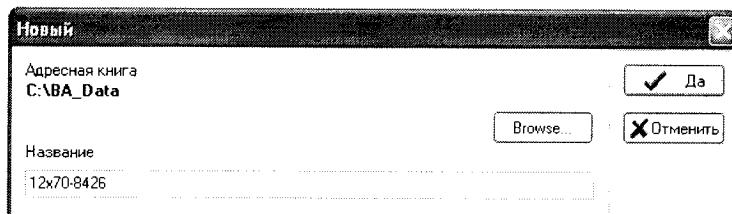

Рис.1 Панель «Новый»
7.3.4.6 В панели «BA Control» выбрать «Файл > Новый» а в панели «Новый» в окне «Название» задать название файла для измерения. Рекомендуемое название файла: калибр – номер ствола, например 1111. Программа BA Контрол автоматически дополнит дату перед назначением файла для получения окончательного названия: ГОД-МЕСЯЦ-ДЕНЬ, см. рис.1.